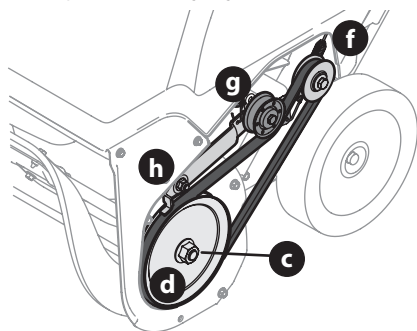

Figure 30
- Placez la courroie autour de la poulie d'entraînement (f) et sous la poulie de tension (g) (Figure 30).